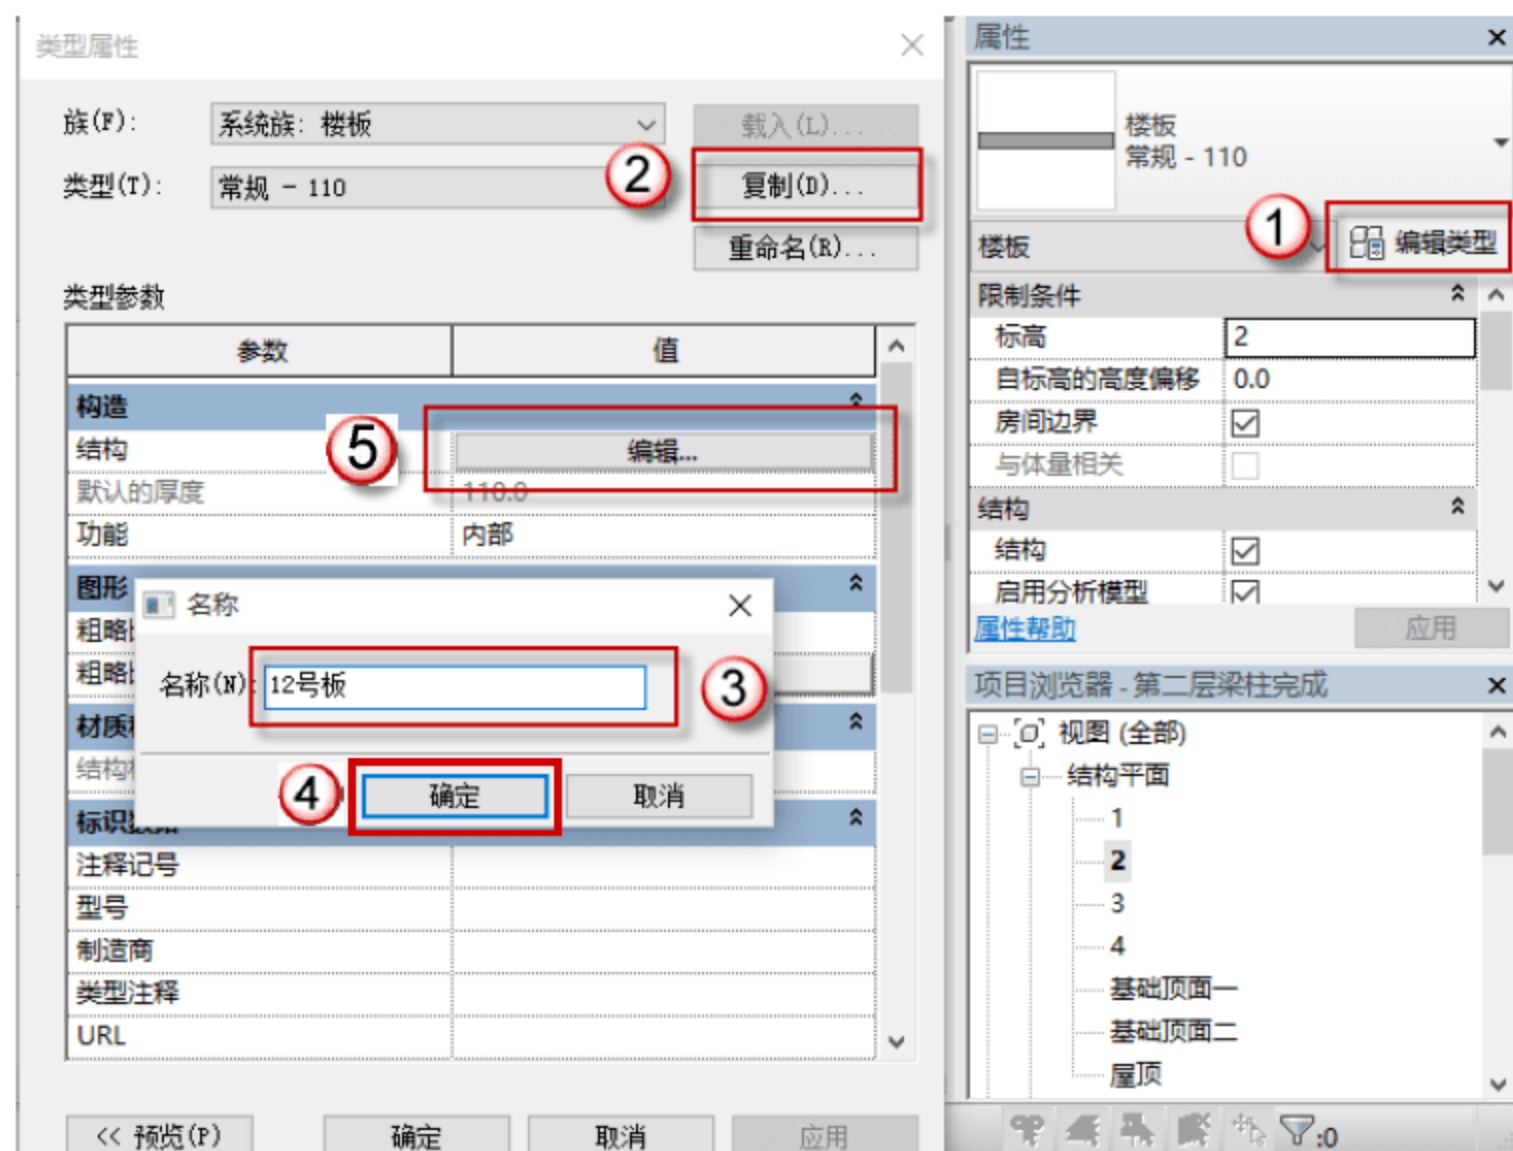

图 4.3.24 设置 12 号板参数
(24) 设置 12 号板参数, 按快捷键 S+B, 进入编辑模式, 单击“编辑类型”按钮, 在弹出的对话框中单击“复制”按钮, 再在弹出的对话框中命名板号, 单击“确定”按钮。单击“编辑”按钮设置参数, 将板厚设置为 110, 如图 4.3.24 所示。